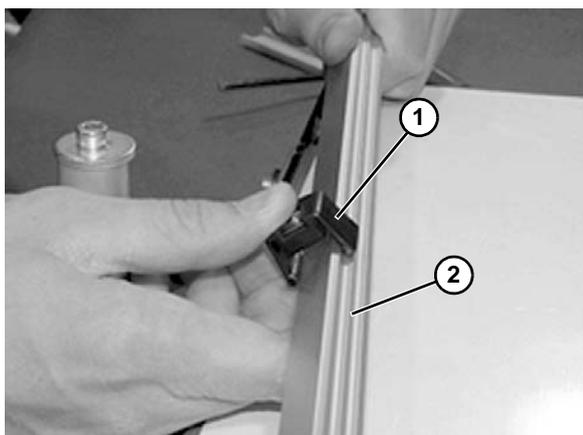

Figure 20
4. Encliqueter l'attache (**Figure 20, élément 1**) dans le rail de guidage (**Figure 20, élément 2**).